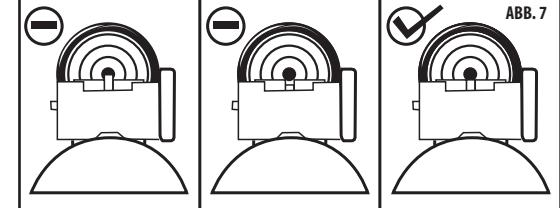

ABB. 7
- Anhebung wird mittels des hinteren Visier-Anheberads eingestellt, das sich auf der hinteren Kimmenbasis befindet. Drehen Sie das Rad gegen den Uhrzeigersinn, damit das Geschoss im Ziel höher trifft, und drehen Sie das Rad im Uhrzeigersinn, damit das Geschoss im Ziel niedriger trifft. (**Abb. 7**)
- Abdrehen wird eingestellt, indem das Abdrittrad gedreht wird, das sich auf der rechten Seite der Kimme befindet. Drehen Sie das Rad gegen den Uhrzeigersinn, damit das Geschoss das Ziel links trifft, und drehen Sie das Rad im Uhrzeigersinn, damit das Geschoss das Ziel rechts trifft. (**Abb. 7**)